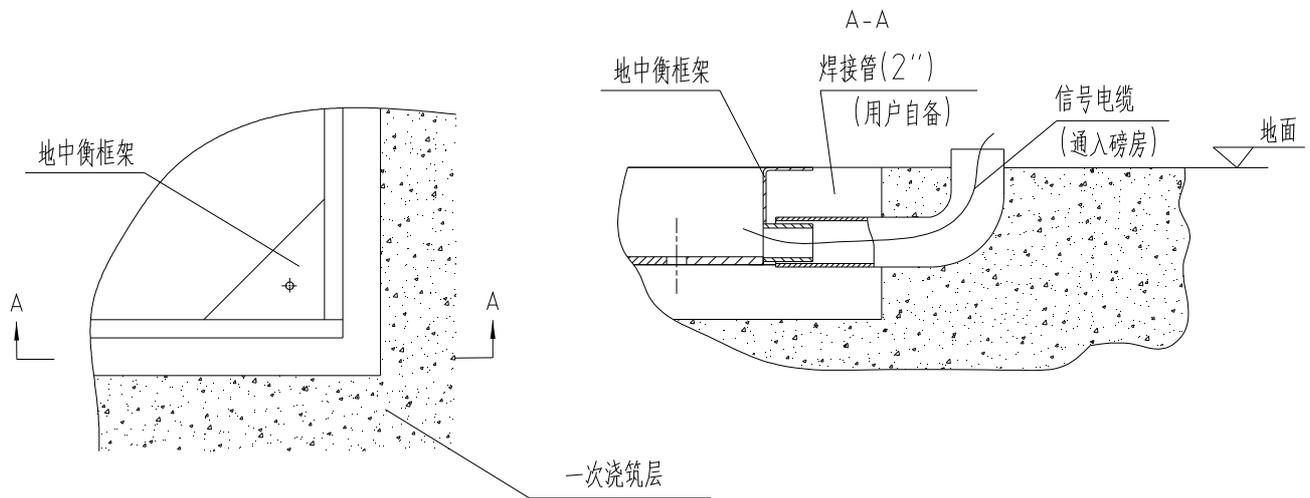

图 4-8 地中衡安装示意图
- 将地中衡框架沿上述基坑中心平稳地放入坑中，随后将 2" 焊接管铺设至地中衡框架信号电缆出线孔处并固定后，进行第二次混凝土浇注，见图 4-8。二次浇筑应使混凝土充分填满地中衡框架四周及底部；